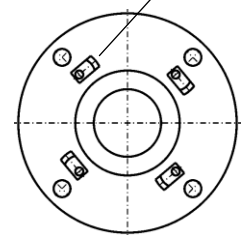

Bild 6
- Montagehilfen um  $90^\circ$  herausschwenken, damit die Welle frei drehen kann (Bild 6).